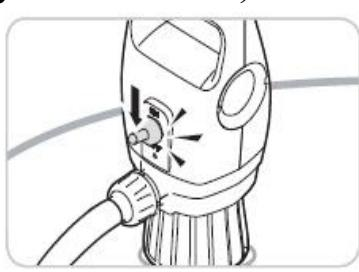

Рисунок 62
6. Установите переключатель в нижнее положение «OFF» (ВЫКЛ.) (смотрите рисунок 62 ниже).